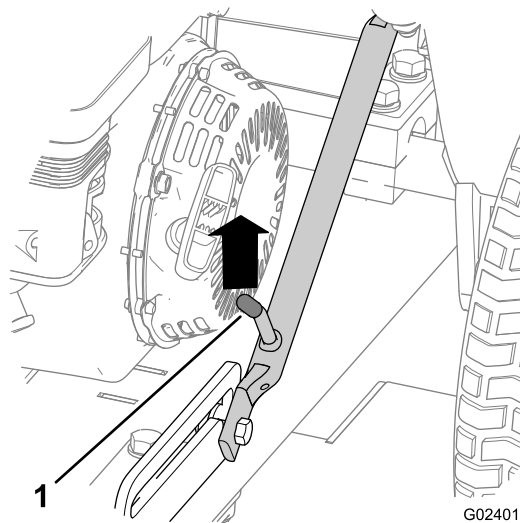
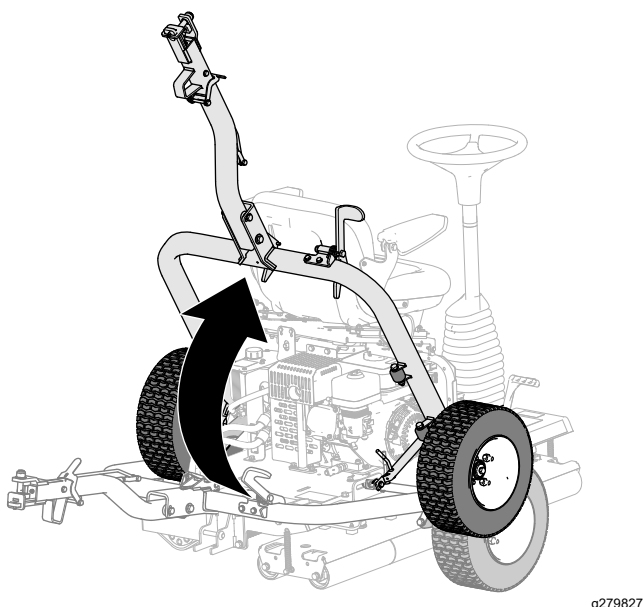

Figura 18
Figura 23
1. Empurre a estrutura de engate até desbloquear a alavanca de trinco do bloqueio de deslize (Figura 18).
5. Levante o engate (Figura 23) até a alavanca de trinco ficar bloqueada no bloqueio de deslize (Figura 18).